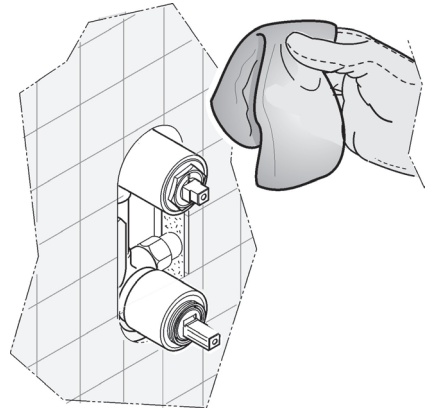

Fig. 7
- Rimuovere eventuale sporco/impurità presenti sulle superfici del miscelatore monocomando e delle piastrelle. (Fig 7)
- Remove any filth/impurities on the surface of the single command mixer and/or tiles (Fig.7).
- Eventuelle Verschmutzungen an der Oberfläche des Einhebel-Mischers und an den Fliesen entfernen (Abb. 7).
- Nettoyer les surfaces du mitigeur monocommande et des carreaux. (Fig 7)
- Elimine la eventual suciedad o impurezas presentes en la superficie del mezclador monomando y en los azulejos. (Fig.7)
- Удалить возможные загрязнения и мусор с деталей смесителя и прилегающей к нему облицованной поверхности. (Рис.7)